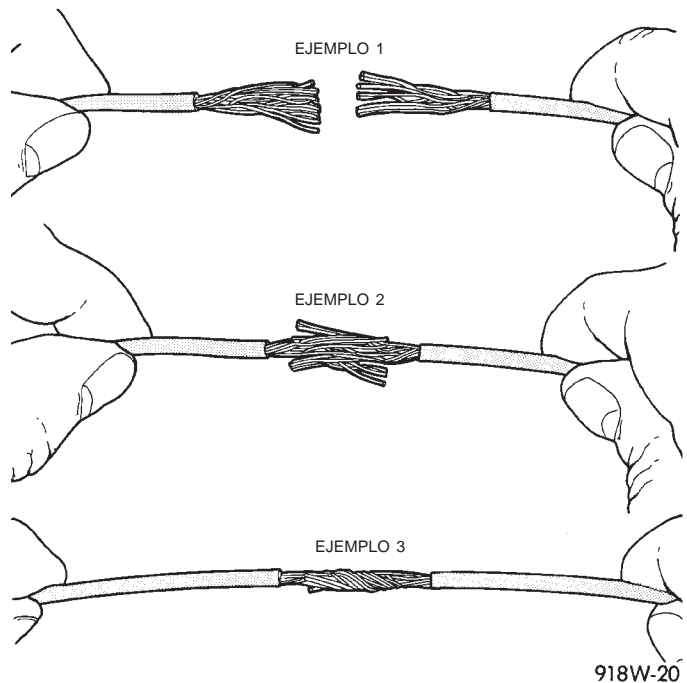

Fig. 9 Reparación de cable
- (1) Desconecte el cable negativo de la batería.
- (2) Quite 25 milímetros (1 pulgada) de aislamiento de cada extremo del cable.
- (3) Coloque un trozo de tubo termocontraíble sobre uno de los lados del cable. Asegúrese de que el tubo sea lo suficientemente largo como para cubrir y sellar la totalidad de la zona de reparación.
- (4) Abra los hilos de los cables, separándolos entre sí, en cada uno de los cables expuestos (ejemplo 1) (Fig. 9).
- (5) Una los dos extremos de los cables hasta que los hilos queden cerca del aislamiento (ejemplo 2) (Fig. 9).
- (6) Retuerza los dos cables conjuntamente (ejemplo 3) (Fig. 9).
- (7) Suelde la conexión utilizando únicamente soldadura del tipo de núcleo de resina. **No utilice soldadura del tipo de núcleo ácido.**
- (8) Centre el trozo de tubo termocontraíble sobre la junta y aplique calor utilizando un soldador.